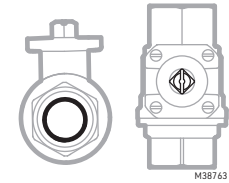

Fig. 3. Ejemplo de válvula de bola abierta.
- Asegúrese de que la válvula de bola esté en posición abierta antes de instalarla para garantizar la alineación con el actuador. Véase Fig. 3.